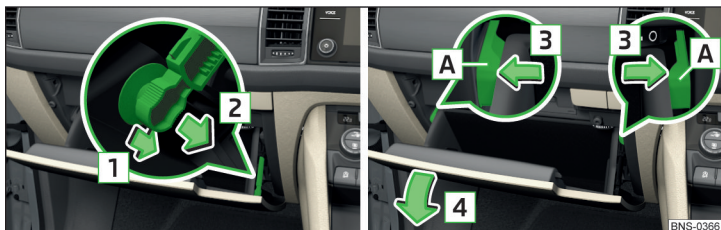

Fig. 366 Vide-poches côté passager
- Déverrouillez la barre de frein dans le sens de la flèche **1** et détachez-la dans le sens de la flèche **2** » fig. 366.